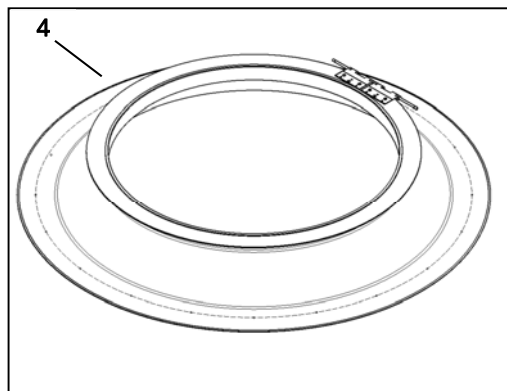

Bild 2: Befestigung Aufsetzkranz
Aufsetzkranz (4) nach den Anforderungen der DIN EN 1991 auf der Unterkonstruktion befestigen. Die einzelnen Befestigungspunkte im Abstand von 25 cm setzen (Bild 2). Dieses Befestigungsschema ist für den Dachmittenbereich ausreichend, in Bereichen mit höheren Soglasten können zusätzliche Maßnahmen erforderlich sein.